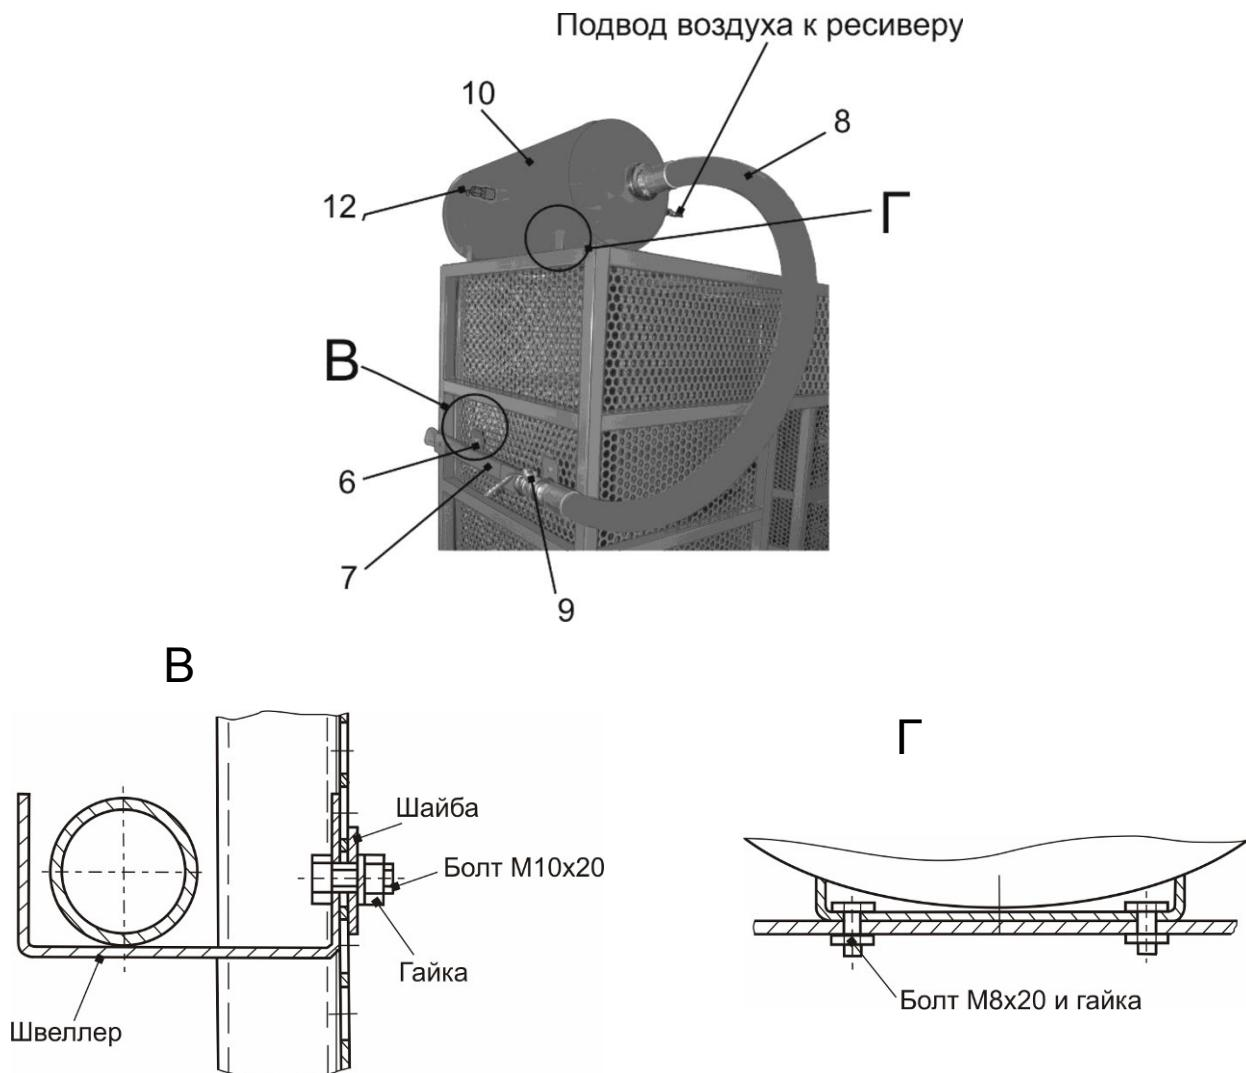

Рисунок 4.2 – Внешний вид
5.3.2 Установить и закрепить на крыше клетки ресивер 10 на 4 болта M8x20 (рисунок 4.2). К ресиверу подсоединить манометр 13, рукав 8, раструб 7. Раструб уложить на два швеллера 6, закрепленные на боковой стенке клетки. Подсоединить шланг подачи сжатого воздуха к входному штекеру 14 ресивера (рабочее давление 8...10 бар.) при помощи соединительной розетки.
6.9 Подведите имеющийся на конце рукава 8 устройства взрывной подкачки раструб 7 (рисунок 4.2) к закраине диска. Для этого в клетке предусмотрен специальный проем.